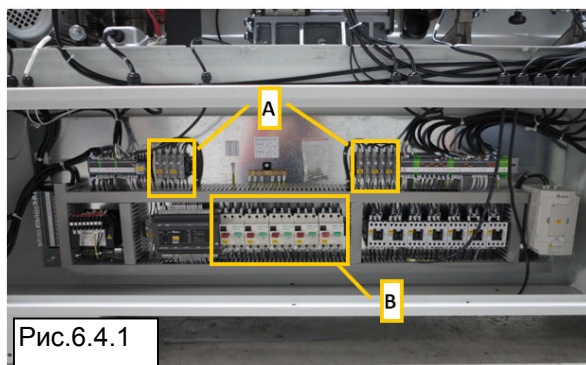

Рис.6.4.1
Для замены предохранителей необходимо получить доступ к распределительной коробке (Рис. 6.4.1) и выполнить следующие действия:
5. Откройте коробку (Рис. 6.4.1).
6. Замените сгоревшие предохранители **A** (Рис. 6.4.1) и в обратной последовательности повторите вышеуказанные операции.
3. Повторно установите положения «Вкл» (ON) автоматических переключателей **B** (Рис. 6.4.1).